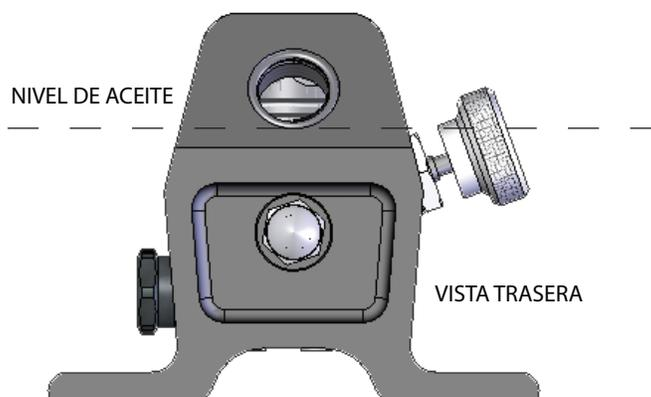

Figura 1
- Retire el tapón de llenado. El nivel de fluido debería alcanzar el extremo inferior del orificio de llenado con la bomba nivelada y descansando de forma horizontal sobre su base y los cilindros retraídos (véase la figura 1).